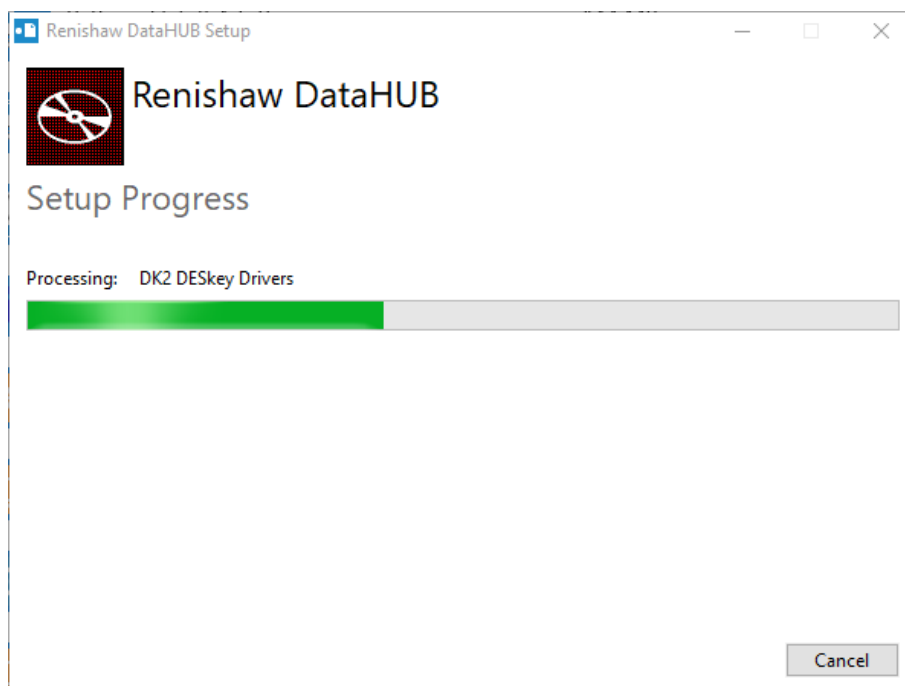

Figura 17 Barra di avanzamento
5. Attendere che la barra di avanzamento arrivi al termine – vedere Figura 17).